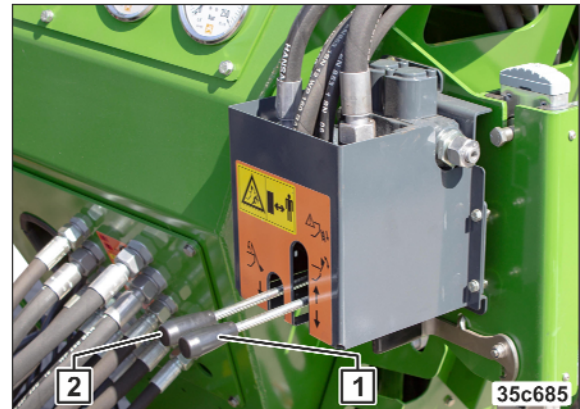

Fig. 216
9. Actuate the control unit (Fig. 216/2).